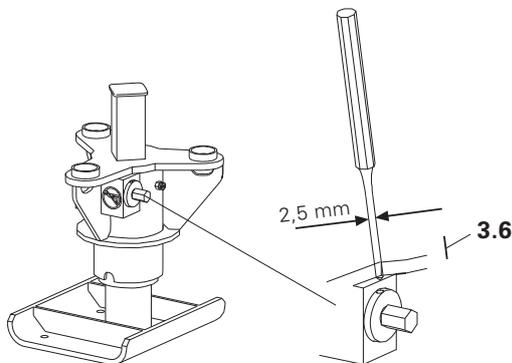

Fig. A1.08
2. Enfoncer à fleur la nouvelle goupille de sécurité (n° art. 022018) (Fig. A1.08)